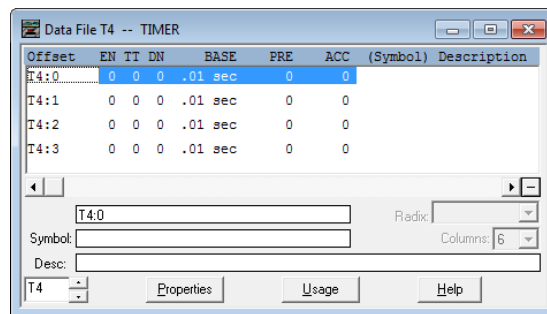

Figura 1. Registro de datos correspondiente al temporizador
En la Figura 1 se muestra el archivo de datos (*Data File*) T4 con 4 elementos, estos corresponden a los temporizadores configurados y/o programados, sin embargo es posible incrementar o disminuir el número de elementos pulsando el botón de propiedades (*Properties*). Por lo tanto:
- La identificación a nivel de elemento (temporizador) se asigna por medio de "T4:X", donde "X" representa el número de temporizador. A esta dirección de elemento se le puede asociar un símbolo y una descripción como se puede ver en la Figura 1.
**Uso de instrucciones de temporización.-** La cantidad de tiempo que se puede generar en un temporizador está limitada por el valor total de la dirección de preestablecimiento (*Preset* 16 bits) que corresponden a 32767. Si la base de tiempo es de 0,01 segundos, esto limita el tiempo preestablecido a  $0,01 \times 32767 = 327$  segundos. Usando el bit de habilitación (EN) o el bit de finalización-iniciación (DN) de un temporizador, es posible incrementar de una manera fácil el tiempo máximo de temporización con relativa exactitud.